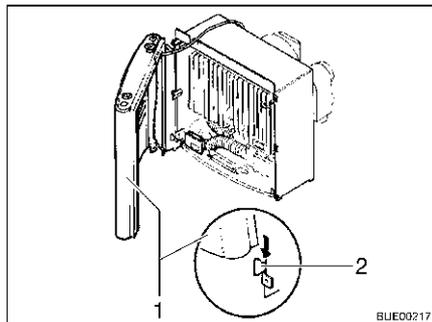

Bild 138 Heizungsverkleidung, Haltetaschen
- Heizungsverkleidung montieren. Dazu Verkleidung (Bild 138,1) auf die unteren Haltetaschen (Bild 138,2) stellen.